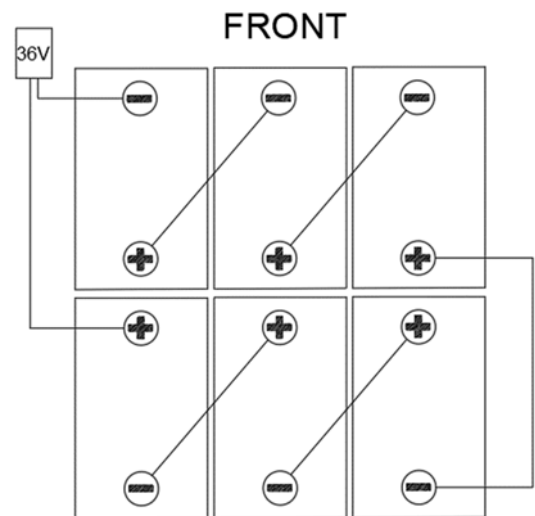

Figura 5
La macchina necessita di sei batterie da 6 V, collegate e installate nelle posizioni indicate in Figura 5.
La macchina è dotata di cavi adeguati all'installazione di sei batterie da 6 V. Inserire le batterie con cura nello scomparto, quindi installarle correttamente come mostrato nella Figura 5. Sistemare la targhetta fissa della batteria correttamente.
8. Installare il cavo della batteria come mostrato in Figura 5, quindi serrare con cura il dado su ciascun terminale della batteria.